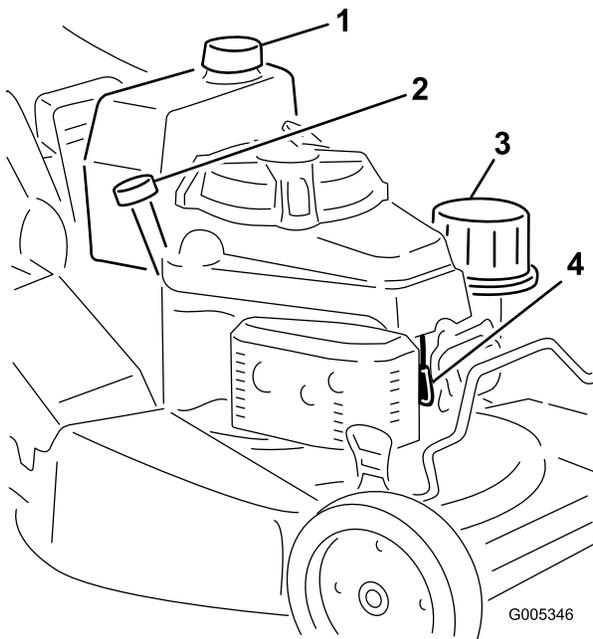

Bild 13
1. Reinigen Sie den Bereich um den Tankdeckel (Bild 13).
- Schließen Sie den Zündkerzenstecker an die Zündkerze an (Bild 13).